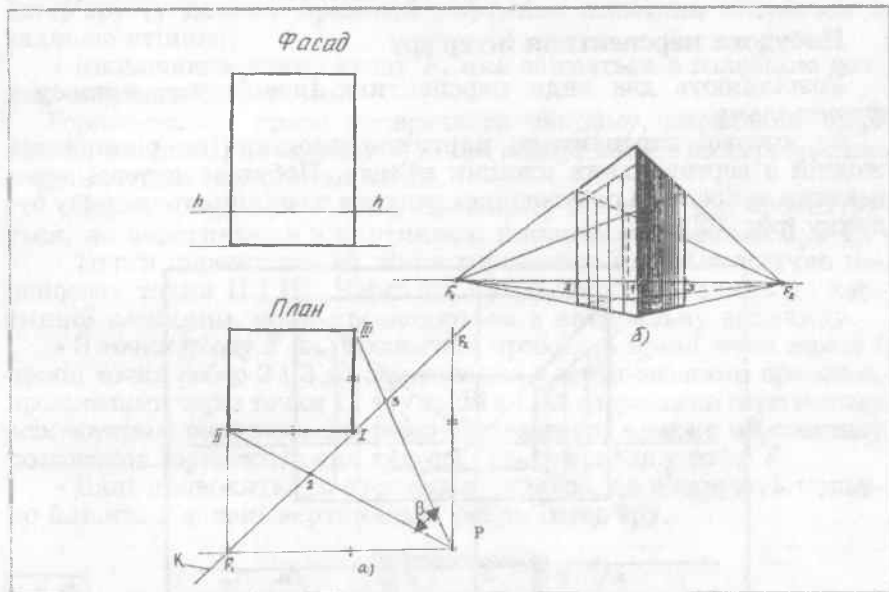

Рис. 31. Схема побудови перспективи будівлі:
При побудові перспективи зовнішнього вигляду споруди необхідно мати дві прямокутні проекції – план і фасад (рис. 31).
• Визначте положення точки спостереження Р (положення спостерігача) і положення площини проєкцій або картинної площини (К) (див. рис. 31).
- З кінцевих точок ребра a проведіть прямі в точки сходу F_1, F_2 , що визначають перспективні розміри ребер 2 і 3 (див. рис. 31б).